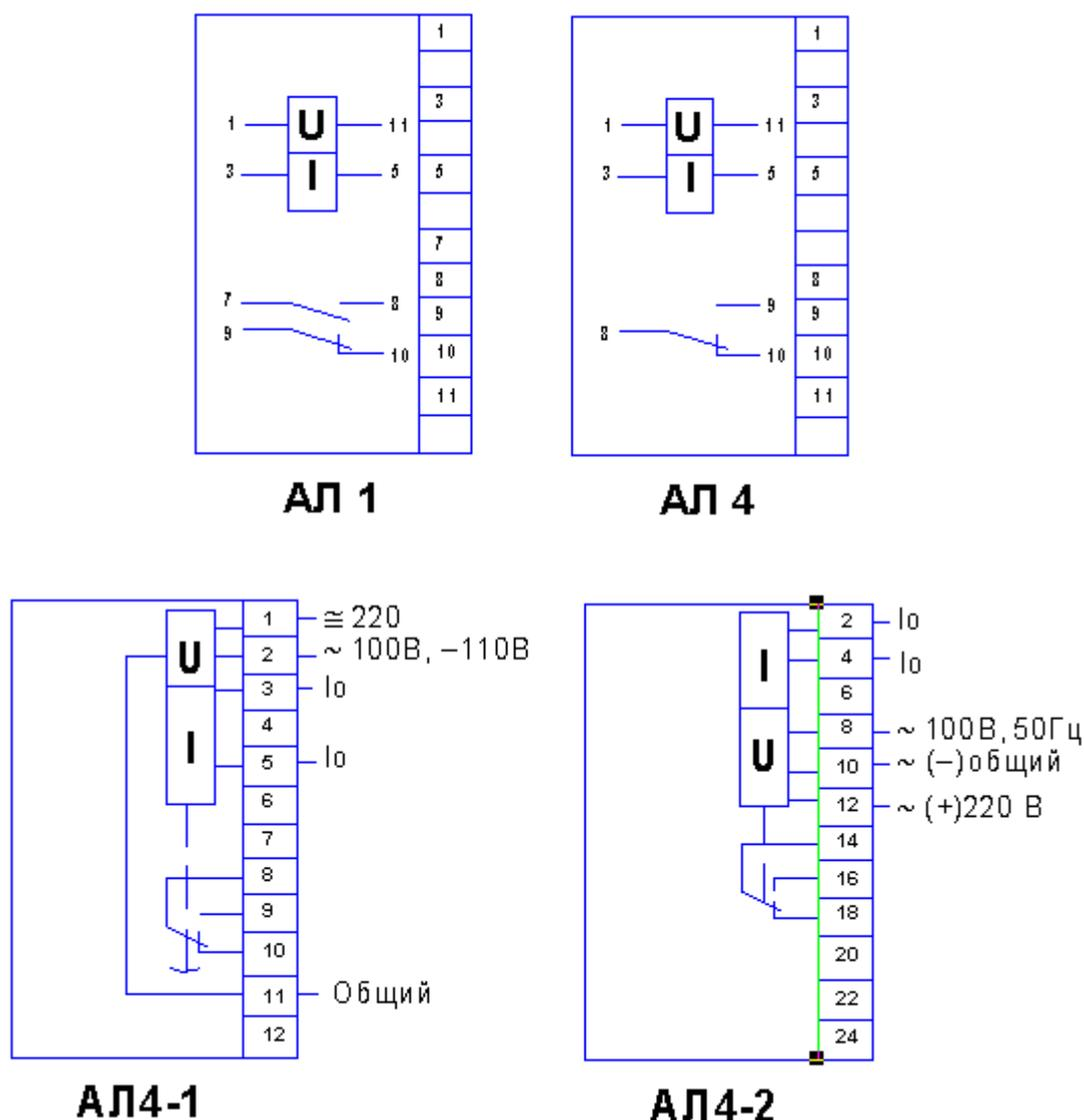

Рисунок 2 – Схемы подключения реле
- в соответствии со схемой подключения реле (рисунок 2) подать соответствующее оперативное напряжение питания;